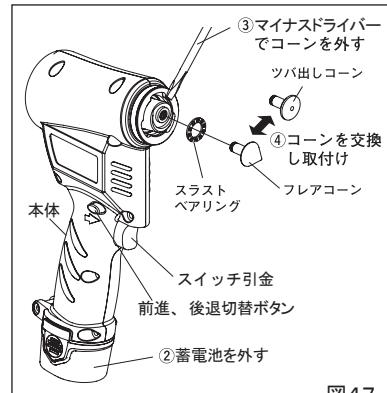

図47
(1)コーンの交換 (図47)
①前進後退切り替えボタンを前進側へ押し、スイッチ引金を引いてフレアコーンをいっぱいまで前進させます。
②蓄電池を取り外します。
③フレアコーンと本体の間にマイナスドライバーを入れ、フレアコーンを抜き取ります。